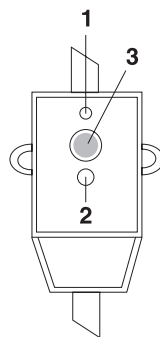

Рис. 6
| Индикация на дисплее отсутствует / не горит индикатор on/off | Сработала защита УЗО. | Протестируйте УЗО, нажав кнопку «test». В случае, если УЗО прошло тестирование, нажмите на кнопку (3) перезапуска. В случае, если тестирование не проходит, свяжитесь со специалистами по техническому обслуживанию для осуществления ремонта (см. рис. 6). |